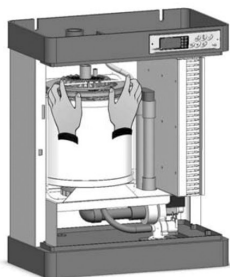

рис. 27
2. Отцепите переднюю пружину крепления от верхнего фланца пара и сдвиньте ее вниз (рис. 27, 28 и 29)